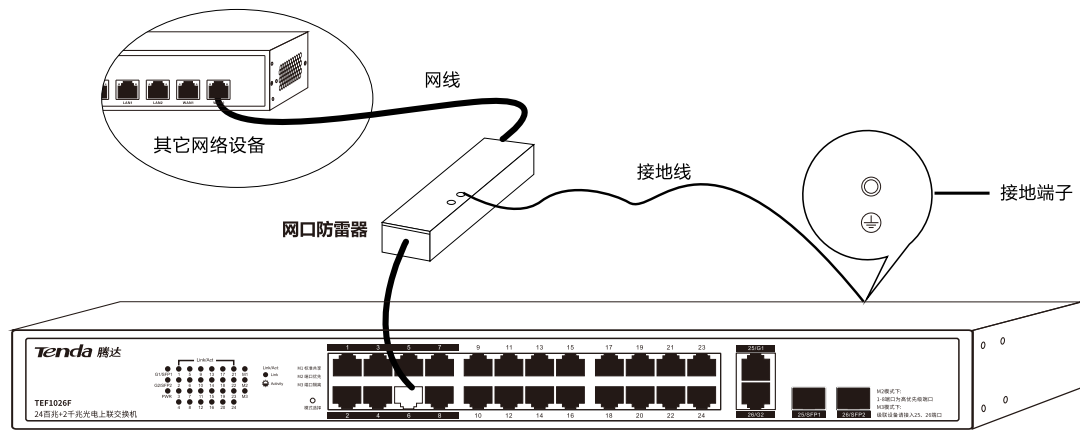

图 3-3 安装 RJ45 网口防雷器
- 接口线缆是否都在室内走线, 若有户外走线情况, 请检查是否连接了网口防雷器 (连接方法如图 3-3) 和交流电源避雷器。